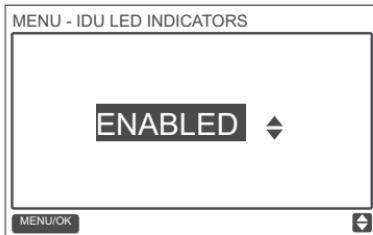

Fig. 68—Ajuste de INDICADORES LED DE LA UD. INT.
Pulse TEMP UP ▲ o TEMP DOWN ▼ para ajustar si el está activado (ON) o desactivado (OFF), como se muestra en la Fig. 68.